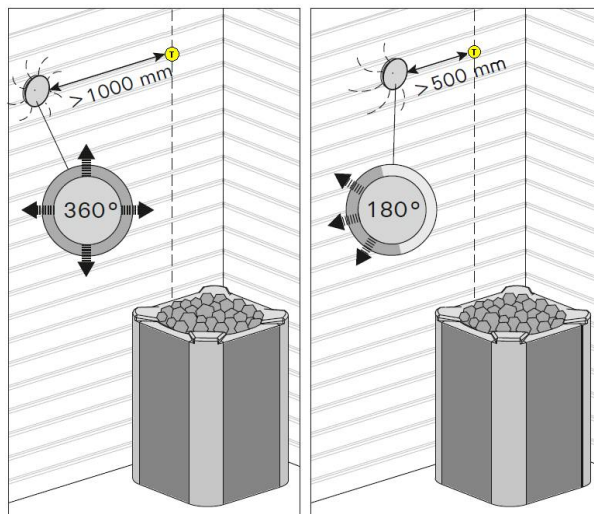

Рисунок 5
**Внимание! Не устанавливайте датчик температуры на расстоянии менее 1000мм от ненаправленного вентилятора или на расстоянии менее 500мм от вентилятора, действующего в направлении датчика. См. рис. 5**